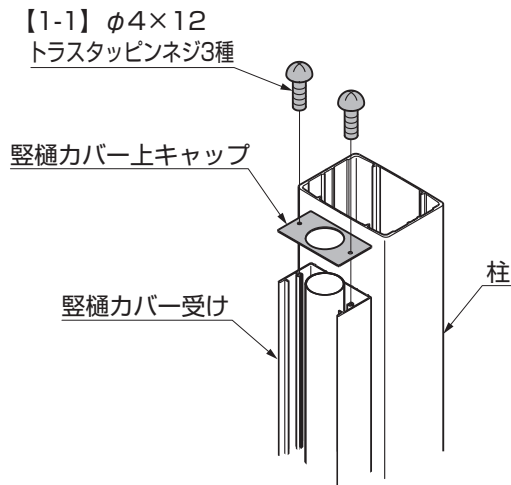

図 1-11
- ⑤ 縦樋カバー上キャップを縦樋カバー受けに【1-1】で取付けてください。(図1-11参照)